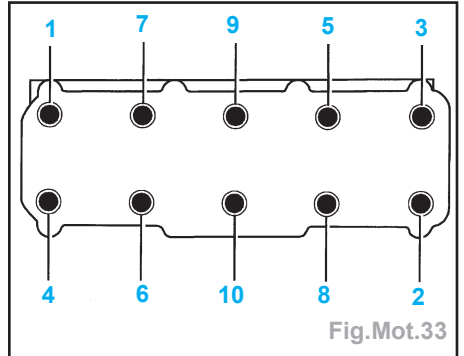

Fig.Mot.33
- Lever le moteur au moyen de la broche (A) jusqu'à ce que la broche (B) soit détendue.
- Défaire la broche (B) et l'extraire du porte-culasse.
- Déposer les vis de culasse dans l'ordre prescrit (Fig.Mot.33).